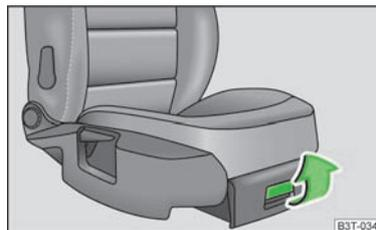

Fig. 95
- Para abrir a tampa, puxe a pega » Fig. 95.